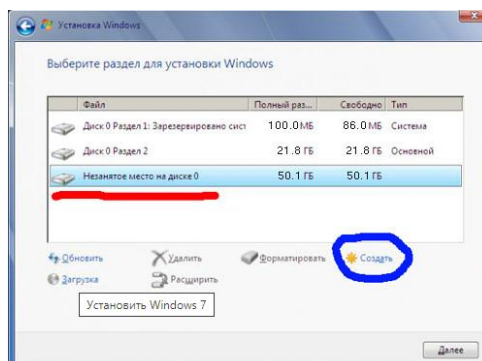

Рисунок 15 – Создаем диск D
7) Но у нас осталось еще много места. Его то мы и используем, чтобы создать диск D. Нажимаете на **Незанятое место на диске 0** (подчеркнуто красным) и жмете **Создать** (рисунок 15).